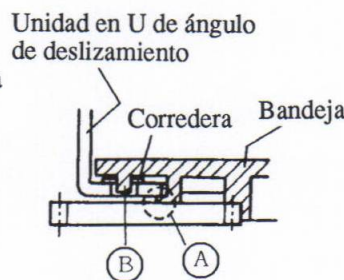

Figura 13
5. Colocando la sección A de enganche de la bandeja 1 de forma que encaje en la unidad en U de ángulo de deslizamiento, como se muestra en la figura 13, inserte la sección saliente B de la bandeja 1 en el orificio de la corredera. Al mismo tiempo, acople el engranaje de sincronización y la sección del engranaje de la bandeja 1.